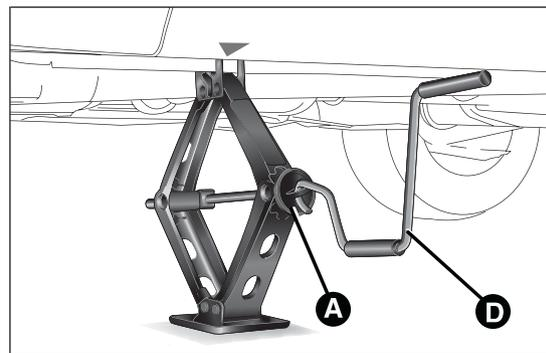
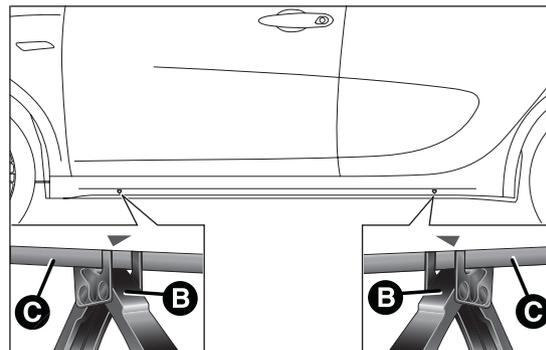

fig. 118
fig. 119
- ❑ azionare il dispositivo A fig. 118 in modo da distendere il cric, sin quando la parte superiore B fig. 119 si inserisce correttamente sul longherone C (in corrispondenza del segno riportato sul longherone stesso);
- ❑ inserire la manovella D fig. 118 nella sede sul dispositivo A, azionare il cric e sollevare la vettura, sino a quando la ruota si alza da terra di alcuni centimetri;